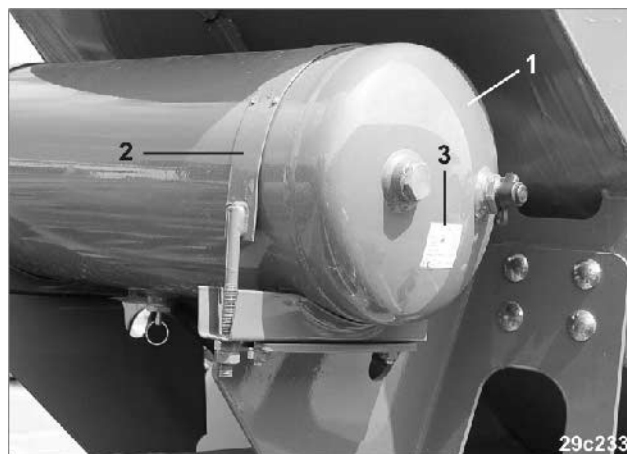

Fig. 45
Trykluftbeholderen (Fig. 45/1) må
- ikke kunne bevæge sig i spændebåndene (Fig. 45/2)
Typeskiltet (Fig. 45/3) må ikke